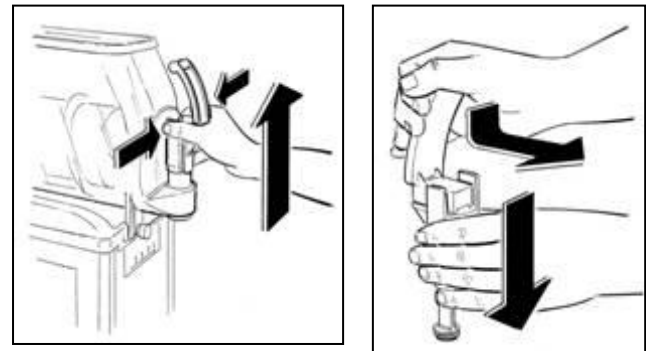

Fig. 7
- Desmonte el grifo de la cubeta presionando al mismo tiempo en las dos aletas de bloqueo y lo levante de forma que se extraiga de su asiento (fig.7).
- Desensamble el grifo en todos sus componentes teniendo presionado hacia abajo el cuerpo y sacando la palanca de su mismo asiento (fig.7).